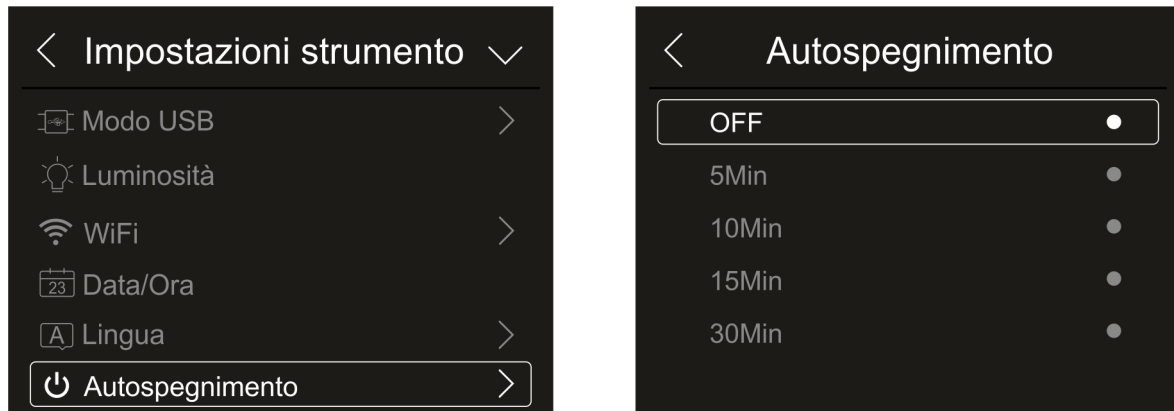

Fig. 18: Impostazione autospegnimento
1. Toccare la voce “Autospegnimento” per eseguire l’impostazione del tempo di autospegnimento dello strumento. La videata di Fig. 18– parte destra è mostrata: